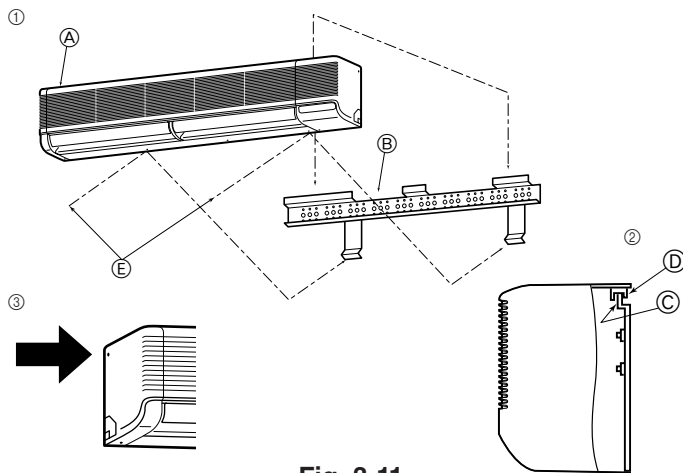

Fig. 3-11
3.4. Монтаж внутреннего прибора (Fig. 3-11)